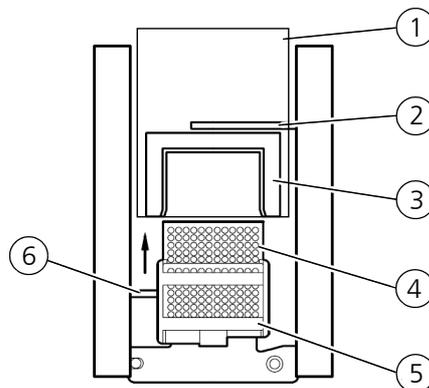

Abb. 59: Magazinwechsel (Draufsicht)
1. Lösen des gebrauchten Spitzenmagazins durch den CyBi®-Well/CyBi®-Well vario (→ Abb. 59/1).
2. Ausgabe und Ablegen des gebrauchten Spitzenmagazins im Rack (→ Abb. 59/5).
- Der Magazinschieber (→ Abb. 59/2) schiebt das Spitzenmagazin aus dem Magazinrahmen (→ Abb. 59/3) des CyBi®-Well/CyBi®-Well vario in das Rack.
3. Entnahme eines neuen Spitzenmagazins aus dem Rack (→ Abb. 59/5).
- Ein weiterer Magazinschieber (→ Abb. 59/6) schiebt ein Spitzenmagazin (→ Abb. 59/4) aus dem Rack bis zum Anschlag in den Magazinrahmen (→ Abb. 59/3) ein.